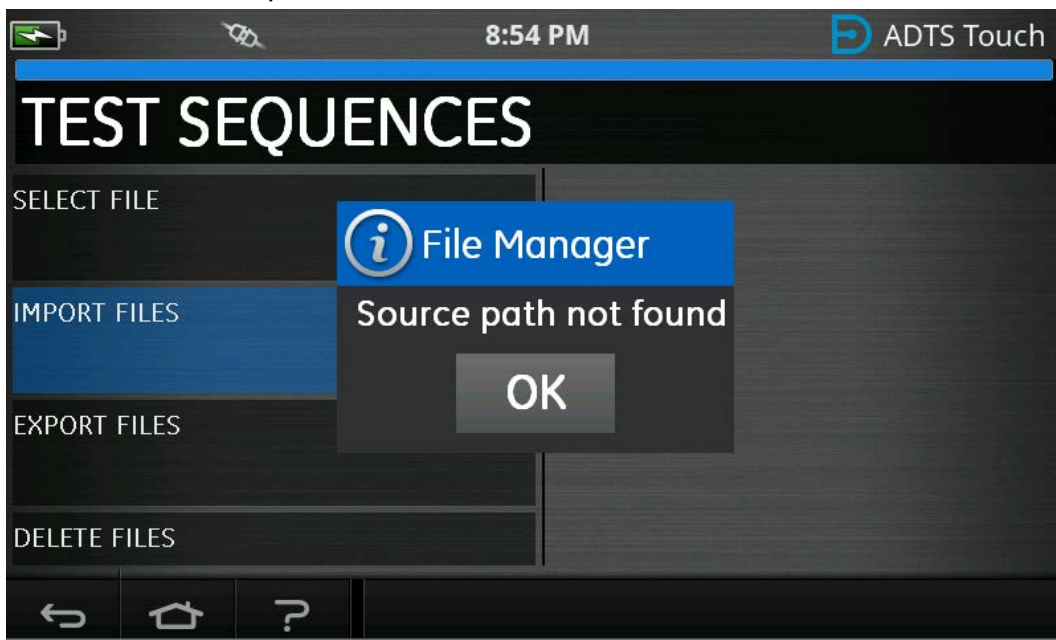

Figura 3-41: Mensagem de erro de importação de arquivo
7. A mensagem de erro em Figura 3-41 será exibida se nenhum arquivo de sequência de teste estiver localizado no dispositivo USB.